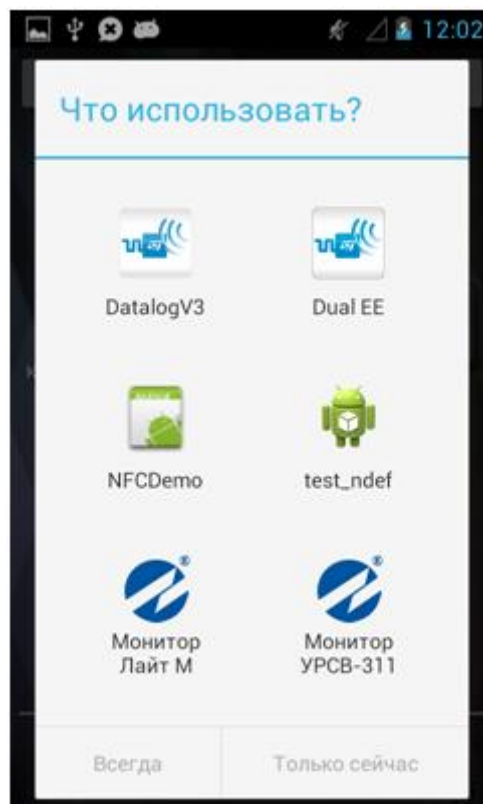

Рис.20. Список доступных приложений при автозапуске.
- автоматически, после поднесения телефона к расходомеру. При этом приложение либо запускается сразу, либо начинается отображение его иконки в списке доступных приложений (рис.20).